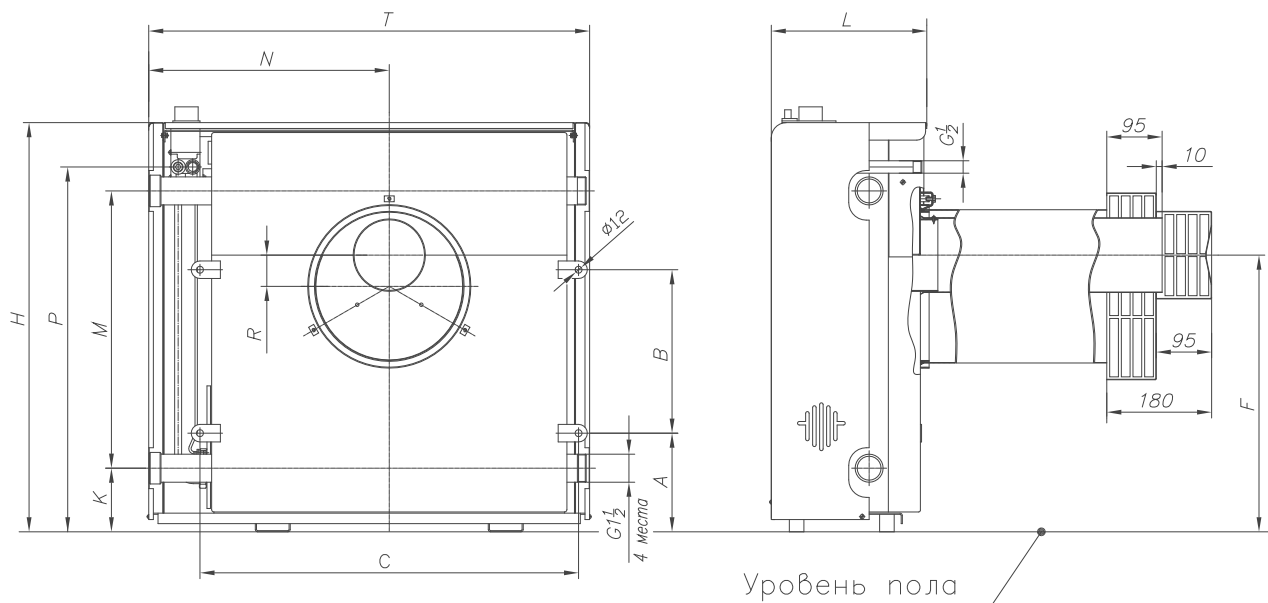

Рисунок 3. Основные присоединительные и монтажные размеры аппарата (котла)
7.5.4. Отпустить ручку управления и проверить наличие пламени на запальной (пилотной) горелке (рисунок3)